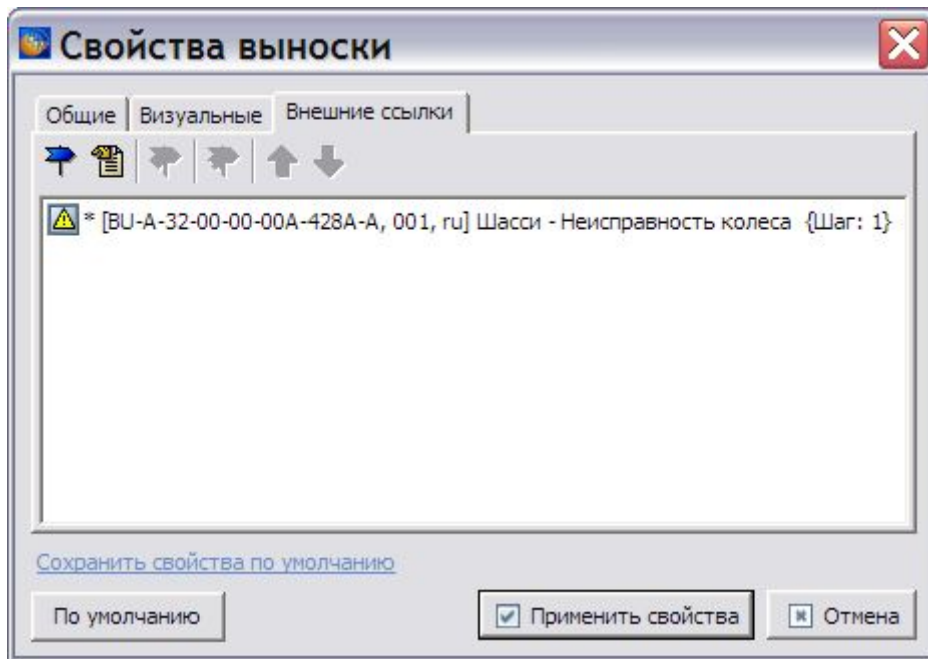

Рис. 3.156
8. Нажмите на кнопку **Установить ссылку**. После этого произойдет возврат в окно **Свойства выноски** (Рис. 3.156).
Информацию в полях диалогового окна можно изменить. Параметры секции **Шаблон ссылки** описаны в подразделе «**Шаблон ссылки**» раздела 3.3.7. Нажатие на кнопку **Отмена** закрывает окно без сохранения изменений. Нажатие на кнопку **Изменить ссылку** сохранит внесенные изменения. После этого произойдет возврат в окно **Свойства выноски** (Рис. 3.156).